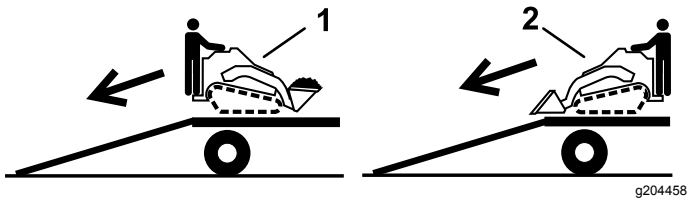

Figura 20
- Scaricate la macchina dal rimorchio con l'estremità più pesante sulla rampa, trasportando i carichi verso il basso (Figura 20).